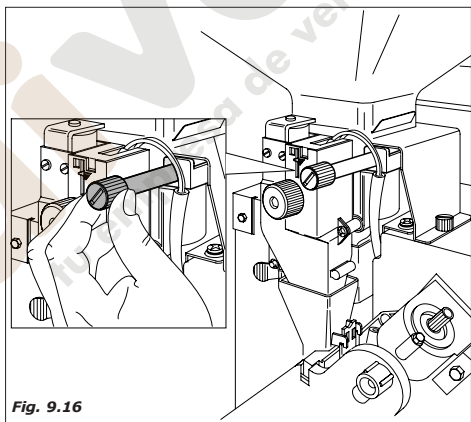

Fig. 9.16
- Regulación del grado de molienda. Girar el tornillo (Fig.9.16) para obtener los resultados deseados. Girando a la derecha se obtiene un molido fino; girando a la izquierda se obtiene un molido grueso. Después de la regulación hay que efectuar 3 erogaciones de producto para verificar que la regulación sea justa, cuanto más fino es el gramaje, mayor será el tiempo empleado en la erogación del producto.